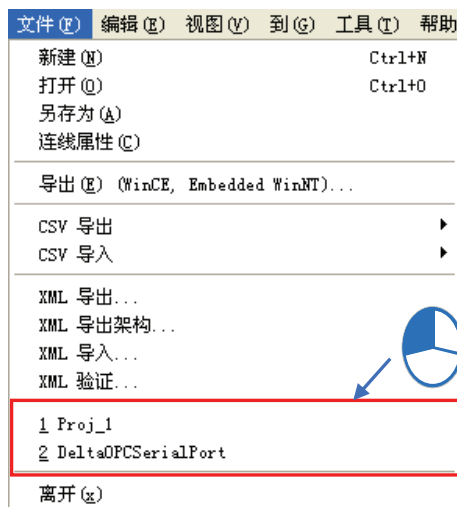

图 3-2 历史项目列表
也可藉由单击菜单工具栏的**文件 (F) > 历史项目列表**，直接打开之前编辑过的文件，如图 3-2。
当需要将Config文件进行导出/导入的操作时，Delta OPC提供包括菜单工具栏中单击**文件 (F)**或是图标工具栏的**CSV导入与导出图标**（图 3-2 与图 3-3），便于将不同计算机的设置数据搬移。**文件 (F)**功能说明如表 3-1。